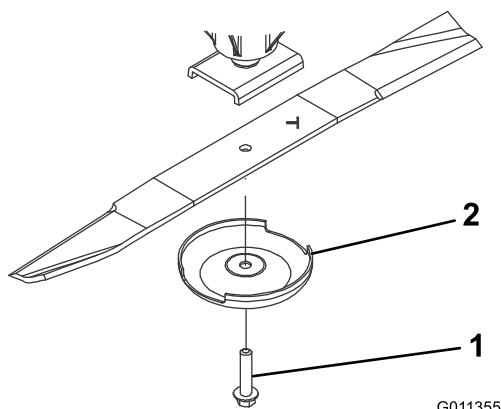

図 83
2. ぼろきれや厚いパッドの入った手袋を使ってブレードの端部をしっかりと握る。スピンドルのシャフトからブレードボルト、芝削り防止カップ、ブレードを取り外す 図 83。
3. ブレードを取り付ける時は、セール立ち上がっている部分がカッティングデッキの天井を向くように取り付け、芝削り防止カップをつけてブレードボルトで固定する 図 83。各ブレードボルトを 115 149N・m 11.8 15.2kg・m = 85 110ft-lb にトルク締めする。
ブレードの磨耗を放置すると、ブレードのセール部と平坦部との間に割れ目が発生する 図 83。この割れ目が拡大すると、最終的にはブレードがちぎれてハウジングの下から飛び出し、これがオペレータや周囲の人に重大な人身事故となる。